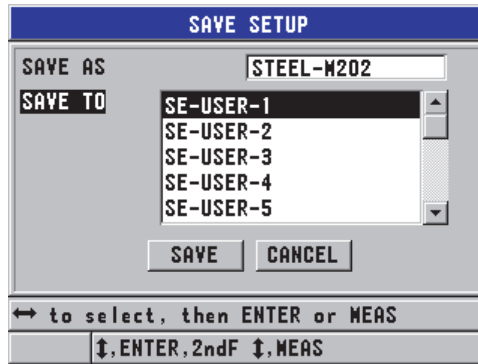

Figura 10-17 Salvando configurações personalizadas
4. Na tela **SAVE SETUP** (veja Figura 10-17 na página 198).